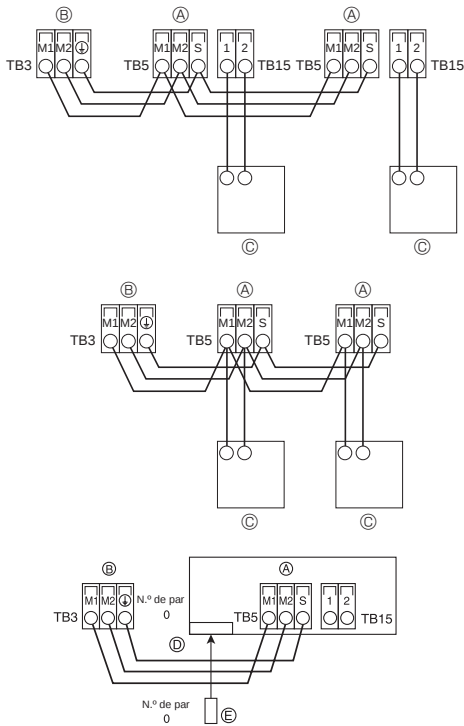

Fig. 6-3
6.4. Conexión de los cables de transmisión del mando a distancia y de las unidades exterior e interior (Fig. 6-3)
- ① Mando a distancia MA
- ② Mando a distancia M-NET
- ③ Controlador remoto inalámbrico